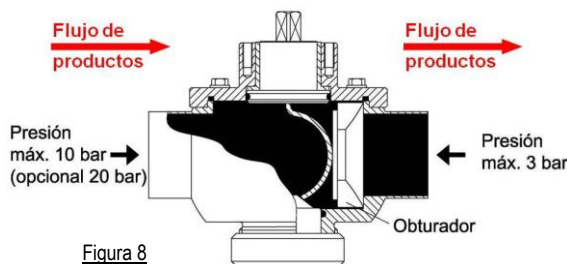

Figura 8
Temperatura	Presión máx. (véase Figura 8).
- Posicionar el obturador en la válvula de arco 90° / válvula pig 120° de tal manera que la dirección del flujo del producto siempre apriete el obturador contra la salida de la válvula (véase Figura 8).